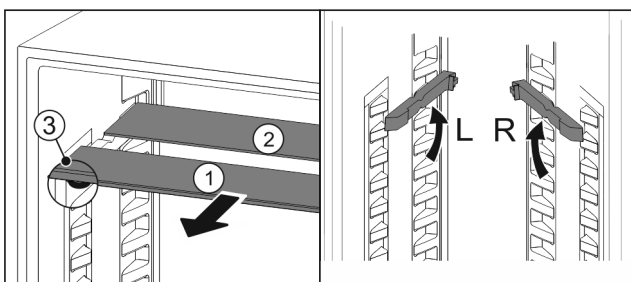

Fig. 108
- ▶ Glasplatten einzeln nach vorne herausziehen Fig. 108 (1).
- ▷ Glasplatte Fig. 108 (1) mit Zierleiste liegt vorne.
- ▷ Stopps Fig. 108 (3) zeigen nach unten.